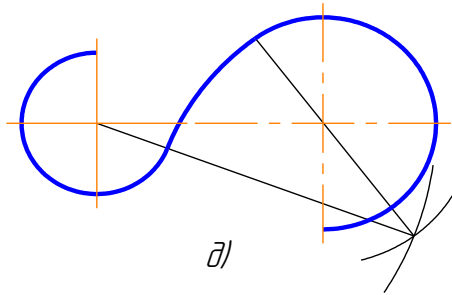

Рисунок 3.15 – Построение сопряжения при смещенном сопряжении
**Пример 3.** Одна из заданных окружностей находится с внешней стороны сопрягающей дуги, а вторая окружность – внутри сопрягающей дуги (смешанное сопряжение) (рисунок 3.15).